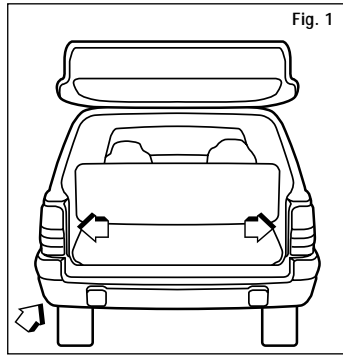

Fig. 1
2. Open the rear tailgate of the vehicle and remove the spare tire. Remove the electrical access panel on the left (driver's) side (Fig. 1).
8. Continuing on as illustrated, route the wire to the rear driver's side. Locate the small access hole under the body allowing entry to the rear access panel area (Fig. 1 & 2). Route the wire up through this hole to the black box attached to the T-connector adapter.
2. Ouvrez le hayon du véhicule et enlevez le pneu de rechange. Retirez le panneau d'accès électrique du côté gauche (conducteur) (Fig. 1).
8. Continuant comme illustré, acheminez le fil à l'arrière du côté conducteur. Localisez le petit trou d'accès en dessous de la carrosserie qui permet l'entrée à la région du panneau d'accès arrière (Fig. 1 et 2). Acheminez le fil vers le haut à travers ce trou jusqu'à la boîte noire connectée à l'adaptateur du connecteur en T.
2. Abra la puerta trasera del vehículo y remueva la llanta de repuesto. Remueva el panel de acceso eléctrico que se encuentra en el lado izquierdo (del conductor) (Fig. 1).
8. Continuando como se ilustra, encamine el cable hacia la parte trasera del lado del conductor. Localice el pequeño agujero de acceso al panel trasero del lado izquierdo (Fig. 1 y 2). Encamine el cable a través de este agujero hacia la caja negra unida al adaptador de la conexión en T.